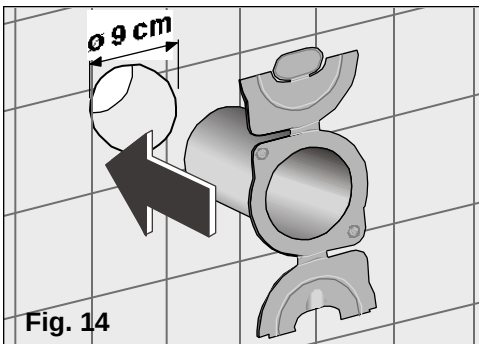

Fig. 14
- ☐ Fare un buco di diametro 9 cm nel muro, nel quale si collocherà l'accessorio "Bussola passante murale", **Fig. 14**.